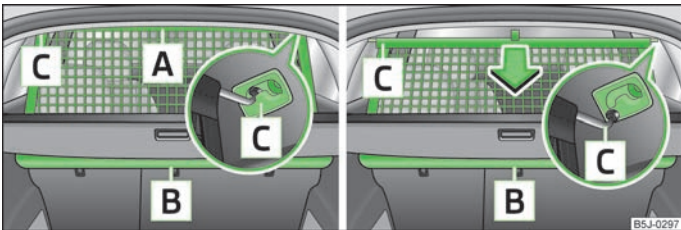
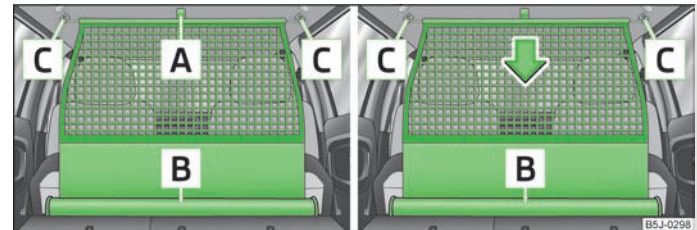

Abb. 51 Netztrennwand herausziehen / aufrollen
Abb. 52 Netztrennwand herausziehen / aufrollen
- Sich überzeugen, dass die Querstange in den Aufnahmen **[C]** » Abb. 51 bzw. » Abb. 52 in der vorderen Stellung eingesteckt ist!
- › Die Netztrennwand an der Lasche **A** » Abb. 51 aus dem Gehäuse **B** in Richtung der Halterungen **C** ziehen.
- › Die Querstange erst auf der einen, dann auf der anderen Seite etwas nach hinten ziehen und aus den Aufnahmen **C** » Abb. 51 nehmen.
- › Die Netztrennwand an der Lasche **A** » Abb. 52 aus dem Gehäuse **B** in Richtung der Halterungen **C** ziehen.
- › Die Querstange erst auf der einen, dann auf der anderen Seite etwas nach hinten ziehen und aus den Aufnahmen **C** » Abb. 52 nehmen.